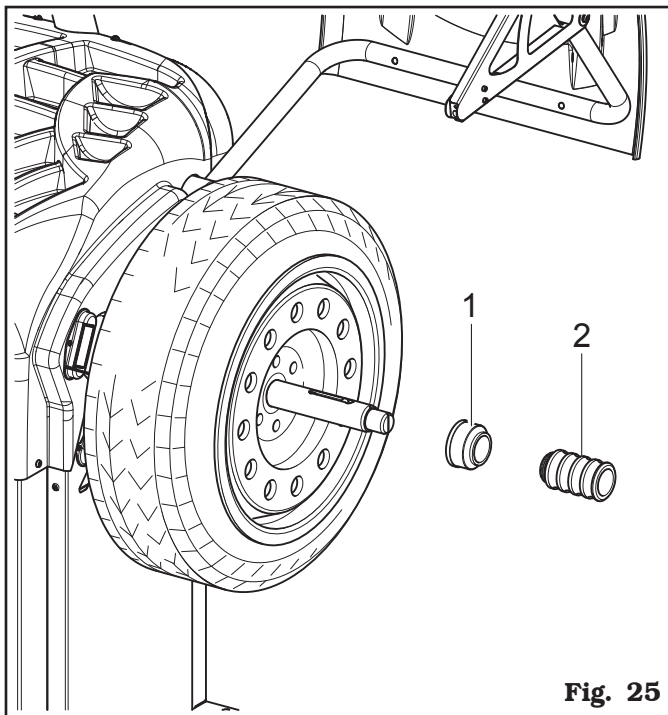

Fig. 25
4. Introducir la copa de protección (Fig. 25 ref. 1) en el casquillo (Fig. 25 ref. 2) y colocar todo contra la rueda.